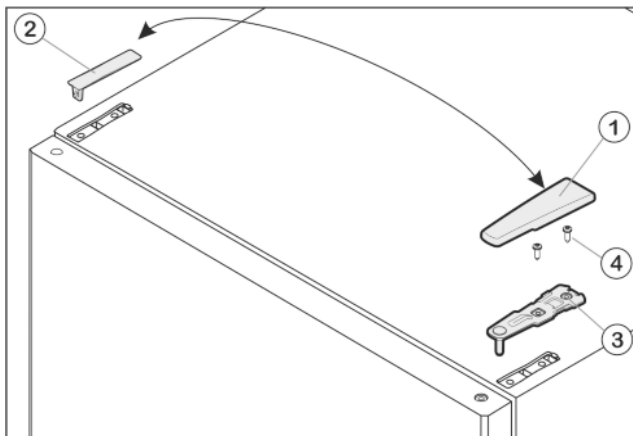

Fig. 7
- ▶ Потяните крышку Fig. 7 (1) вперед и вверх.
- ▶ Снимите крышку Fig. 7 (2).
- ▶ Открутите верхний опорный кронштейн Fig. 7 (3)(2 шт. Torx® 25) Fig. 7 (4) и вытяните вверх.
- ▶ Установите верхний опорный кронштейн *Fig. 7 (3)* на новой стороне шарнира и защелкните в дверце.
- ▶ Привинтите верхний опорный кронштейн (с моментом **4 Нм**) (2 шт. Torx® 25) *Fig. 7 (4)*. При необходимости проделайте отверстия или используйте аккумуляторную отвертку.
- ▶ Наденьте и защелкните крышку *Fig. 7 (1)* и крышку *Fig. 7 (2)* на противоположной стороне снаружи.